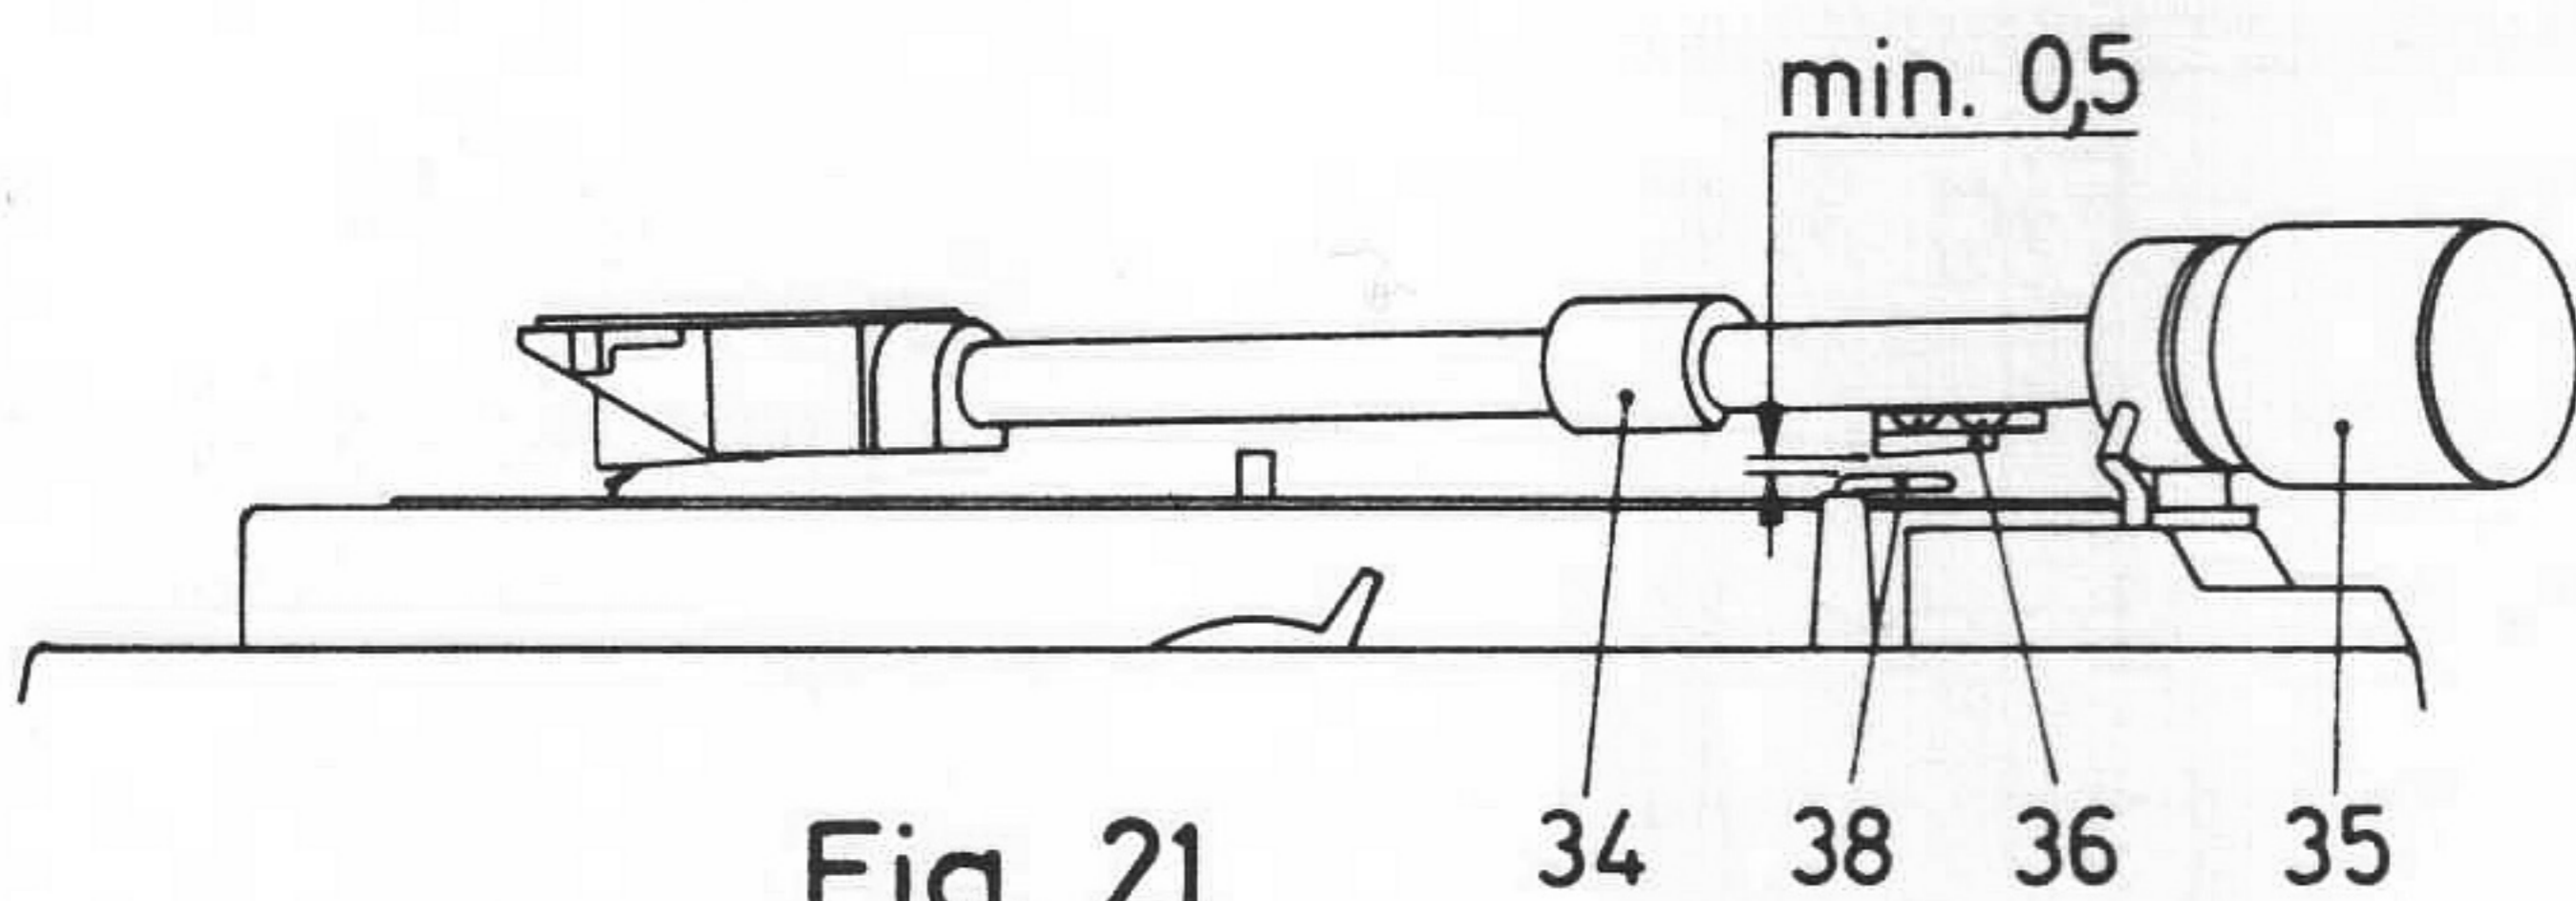

Fig. 21
13. Inställning av nåltryckskraften fig. 21
17. Justering av spelet mellan tonarm och lyftaxel. Fig. 21.